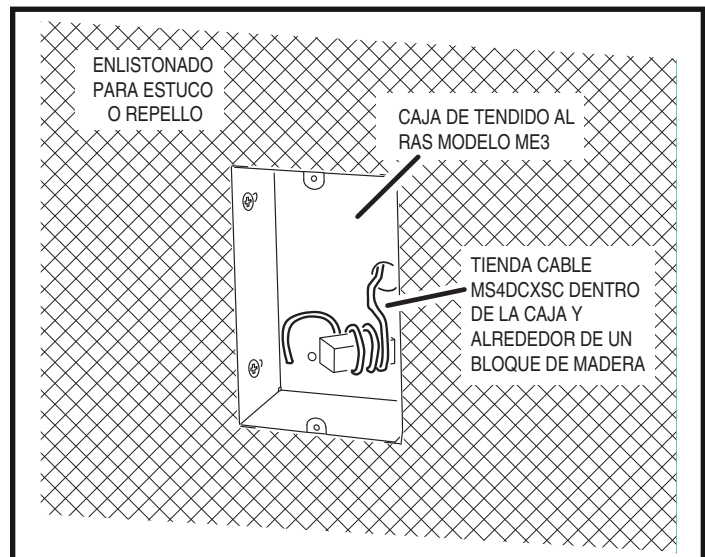

Figura 8. Tendido de estación de puerta
3. Dependiendo del tipo de construcción, la caja se puede clavar o atornillar a un montante, o en casos de albañilería, deje que la caja cuelgue del cable para que el albañil la coloque al ras y la nivele. En los casos de construcción con tablas de forro de madera, vinilo o aluminio, utilice una caja de montaje de superficie para la estación de puerta. Se dispone de dos modelos de caja de estación de puerta de montaje de superficie: el Modelo DS3BXB (negra) e el Modelo DS3BXW (blanca). Las cajas de montaje de superficie se fijan a la pared acabada con tornillos galvanizados (ver la Figura 8).